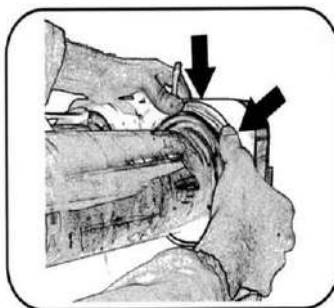

Abb. 33
4. Sobald sich die Behälterdichtung in der richtigen Position befindet, drücken Sie sie mit den Daumen im unteren Teil und dann schrittweise im oberen Teil nach unten (mit den Fingern einen Kreis markieren), bis sie richtig an ihrem Platz sitzt. (Abb. 33, 34)